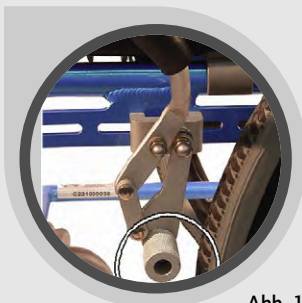

Abb. 11b
- Um die Feststellbremse wieder zu lösen, einfach den Bremshebel nach hinten ziehen. (Abb. 11b)